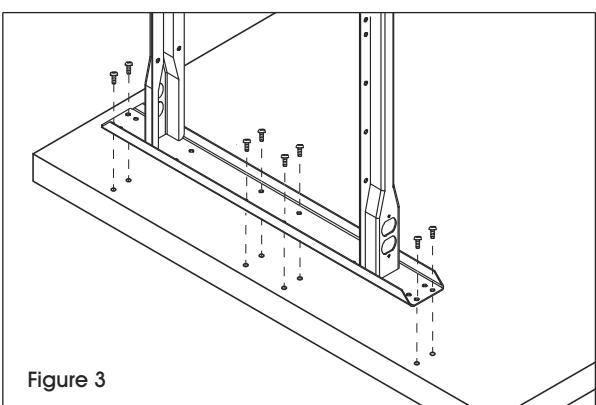

Figure 3
1. À l'aide de 32 vis à bois, fixez les pattes à la face inférieure du dessus de table (5) par les trous prépercés. (Voir Figure 3)